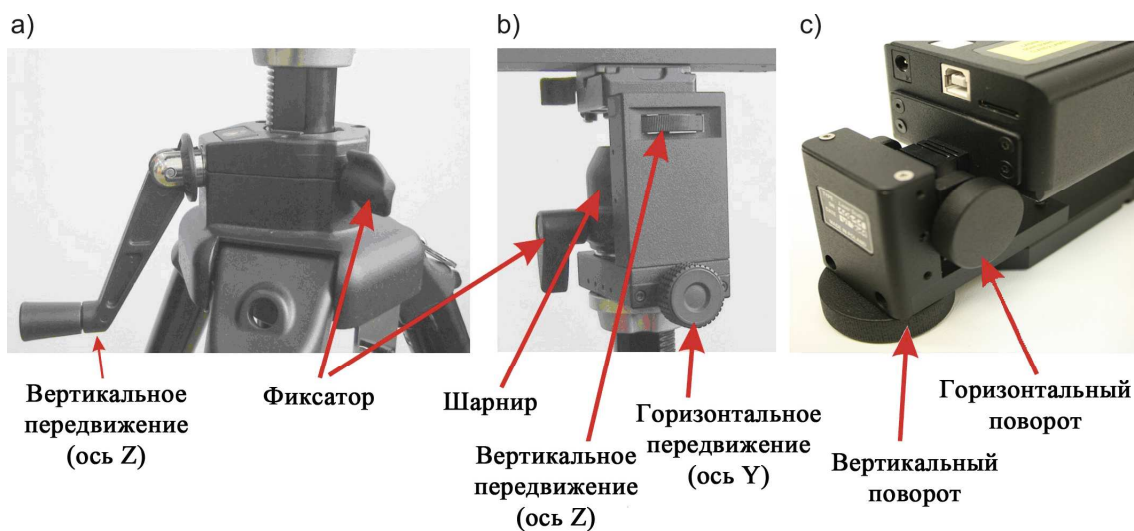

РИС.4.2. ЭЛЕМЕНТЫ РЕГУЛЯЦИИ ЛАЗЕРНОЙ ГОЛОВКИ
2. Линейный интерферометр IL1 и ретро-рефлектор RL1 устанавливаются на магнитных держателях UM1, UM2. Регуляторы на держателе (см. рис. 4.2а, б, в) лазерной головки должны быть установлены в центральную позицию, чтобы обеспечить максимальный диапазон регулирования.
8. Используя регулирующие элементы лазерной головки (рис. 4.2) найти положение, в котором лазерный луч проходит через оба